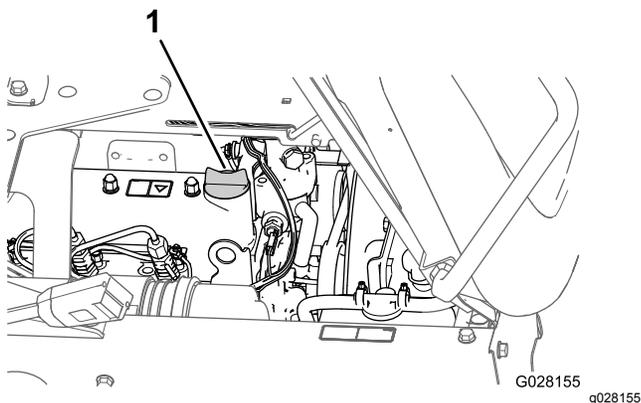

Figura 52
5. Retire o tampão de enchimento de óleo do tubo de enchimento da cobertura da válvula do motor (Figura 52) e despeje lentamente cerca de 80% da quantidade especificada de óleo no tubo de enchimento.
8. Coloque o tampão de enchimento no tubo de enchimento (Figura 52).